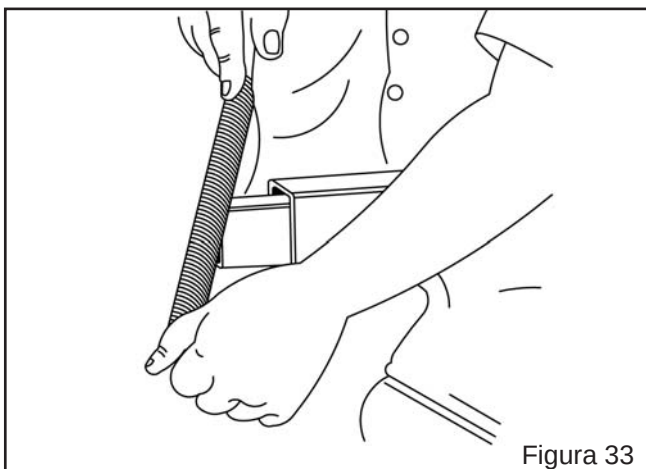

Figura 33
- Efetue o corte nos pontos marcados conforme orientação (Figuras 31 e 32), após o corte dê o acabamento nas partes com lima e lubrifique com uma camada fina de graxa. (Figura 33). Efetue o corte necessário no tubo da capa de proteção. Monte novamente a capa de proteção no cardan.